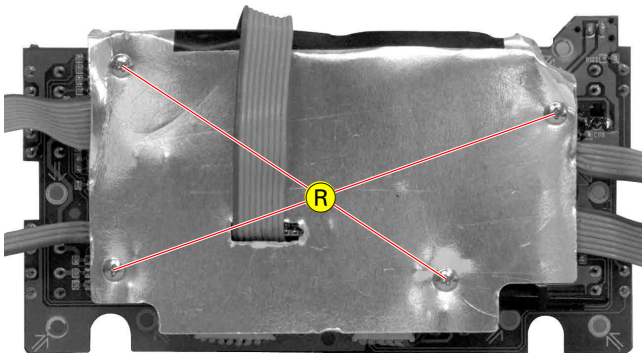

Fig. 15
- 4 Schrauben (R) (Fig. 15) herausdrehen.
- Undo 4 screws R (Fig. 15).